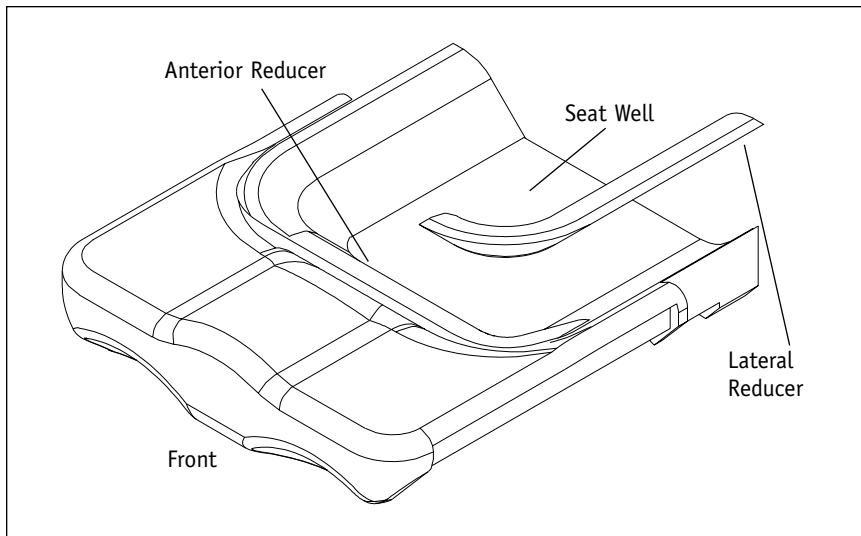

Figure 6
3. Insert the desired number of anterior well reducers into the seat well (Figure 6).
3. Inserite il numero necessario di riduttori anteriori (fig.6).